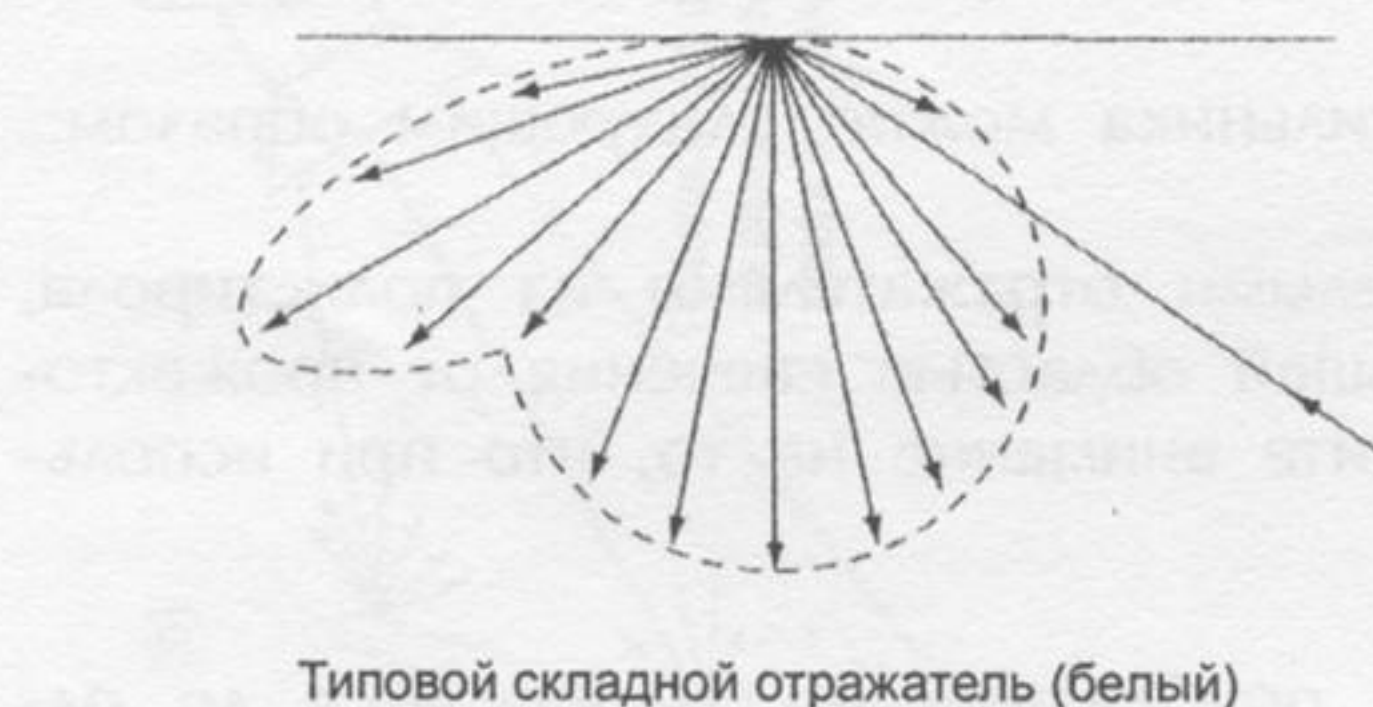

Рис. 9.18 Составные части реффлектора
1. Воспользуйтесь 4' x 4' или 4' x 8' белыми отражателями из полистирола, чтобы получить отраженный свет с большей областью свечения от прожектора с линзой Френеля (рис. 9.18). Обратите внимание на то, что при использовании рефлектирующего света: